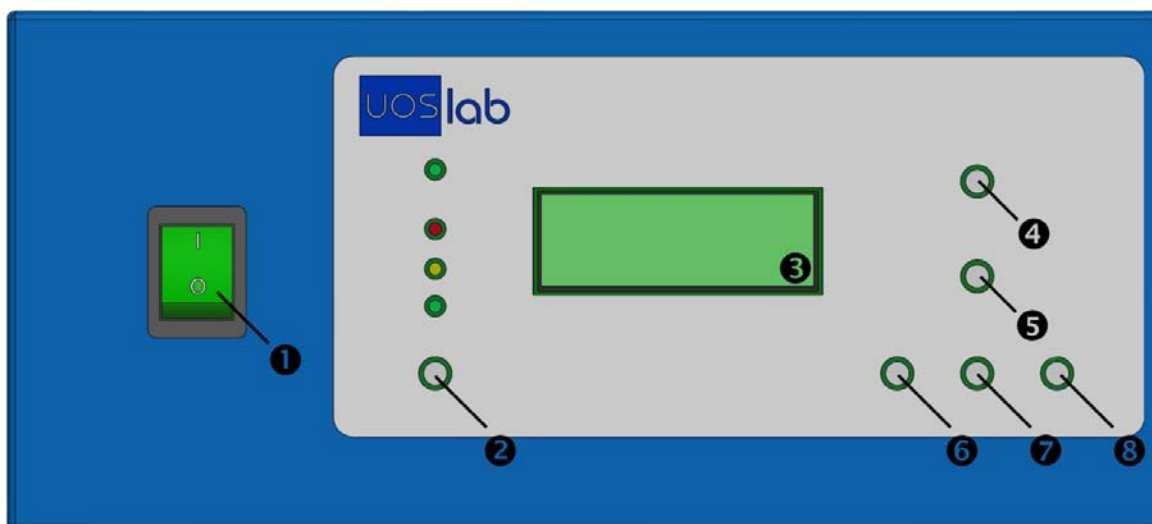

Рис. 1
5.1.1 Стерилізатор оснащений електронним контролером, що містить текстово-цифровий дисплей, блок індикаторів, кнопки для вибору та редагування режимів роботи (рис. 1):